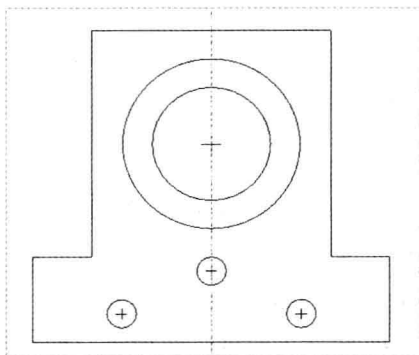

图 3-16 镜像草图
Step 04 在绘图区的中心线上单击鼠标左键，即可镜像草图，如图 3-16 所示。